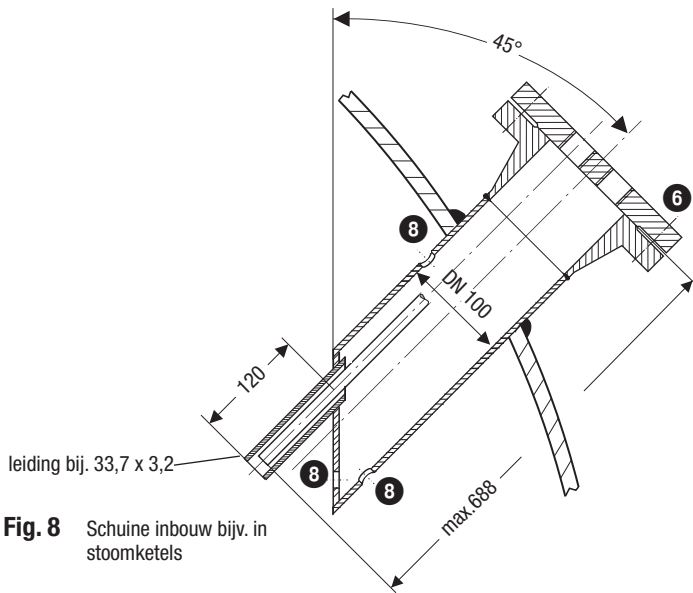

Fig. 8 Schuine inbouw bijv. in stoomketels
- De hellingshoek van de elektrode mag maximaal 45° bedragen, de lengte van de elektrodestaaf is daarbij tot 688 mm begrensd. **Fig. 8**